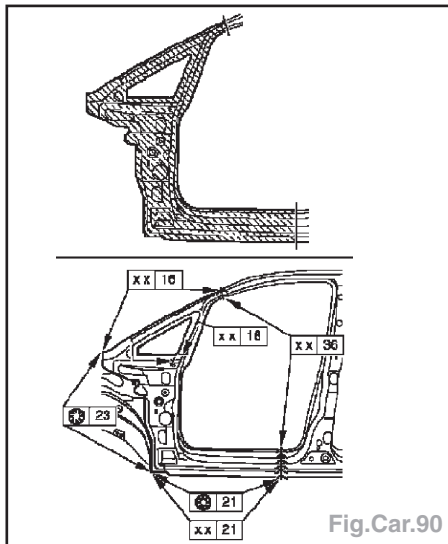

Fig.Car.90
- Déposer les pièces rapportées (Fig.Car.90).